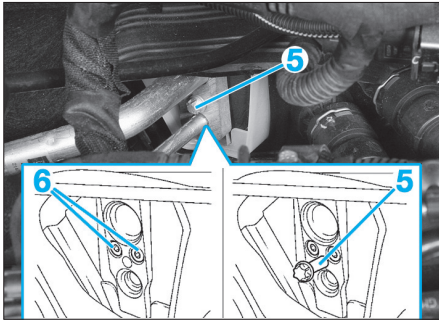

Fig. 10
- Déposer (Fig.10) :
- la vis (5),
- les vis (6).